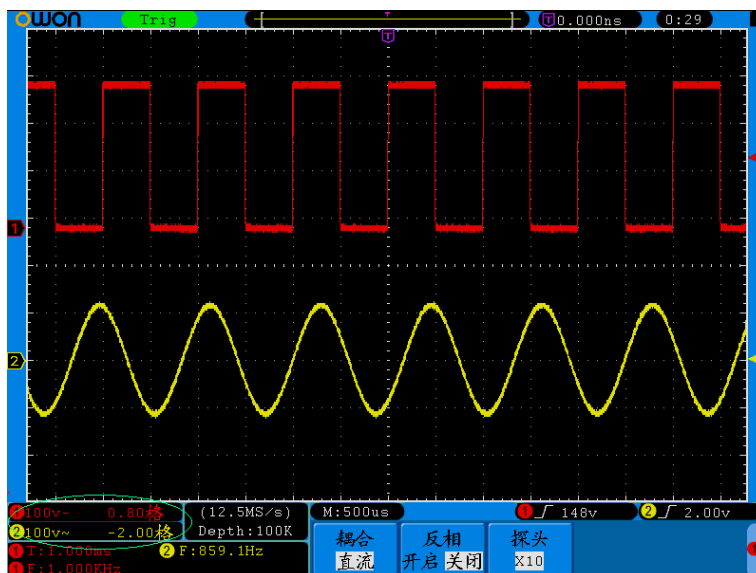

图 5-12: 垂直位置信息
3. 调整通道波形的垂直位置时，在屏幕左下角显示垂直位置信息。见图5-12。